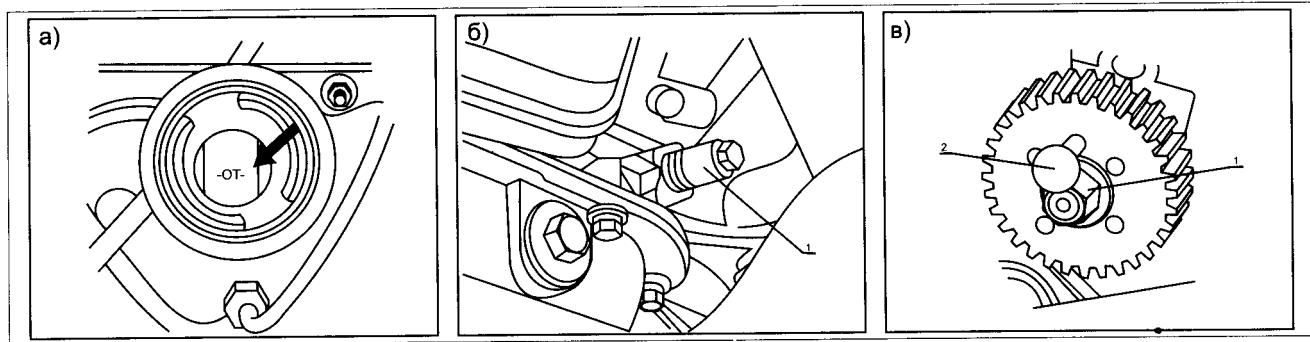

Рис. 8. Проверка момента впрыска топлива
– повернуть коленвал двигателя до положения ВМТ 3-го цилиндра по метке в отверстии маслоналивной горловины (см. рис. 8а);
– проверить и зафиксировать коленвал в положение ВМТ 3-го цилиндра специальным приспособлением 1 (см. рис. 8б);
– в этом положении в контрольное отверстие приводной звездочки 1 ТНВД должен свободно входить специальный штифт 2 (см. рис. 8в). Если штифт не входит, необходимо проверить установку ремней газораспределительного механизма и привода ТНВД.